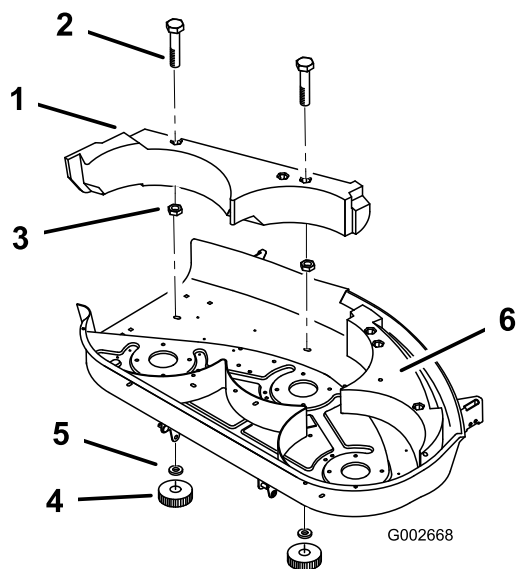

Bild 18
2. Entfernen Sie die Handräder und Wellenscheiben vom rechten Ablenkblech (Bild 18).
4. Montieren Sie das rechte Ablenkblech am Mähwerk mit den Handrädern und den Wellenscheiben (Bild 18), die Sie in 2 abgenommen haben.